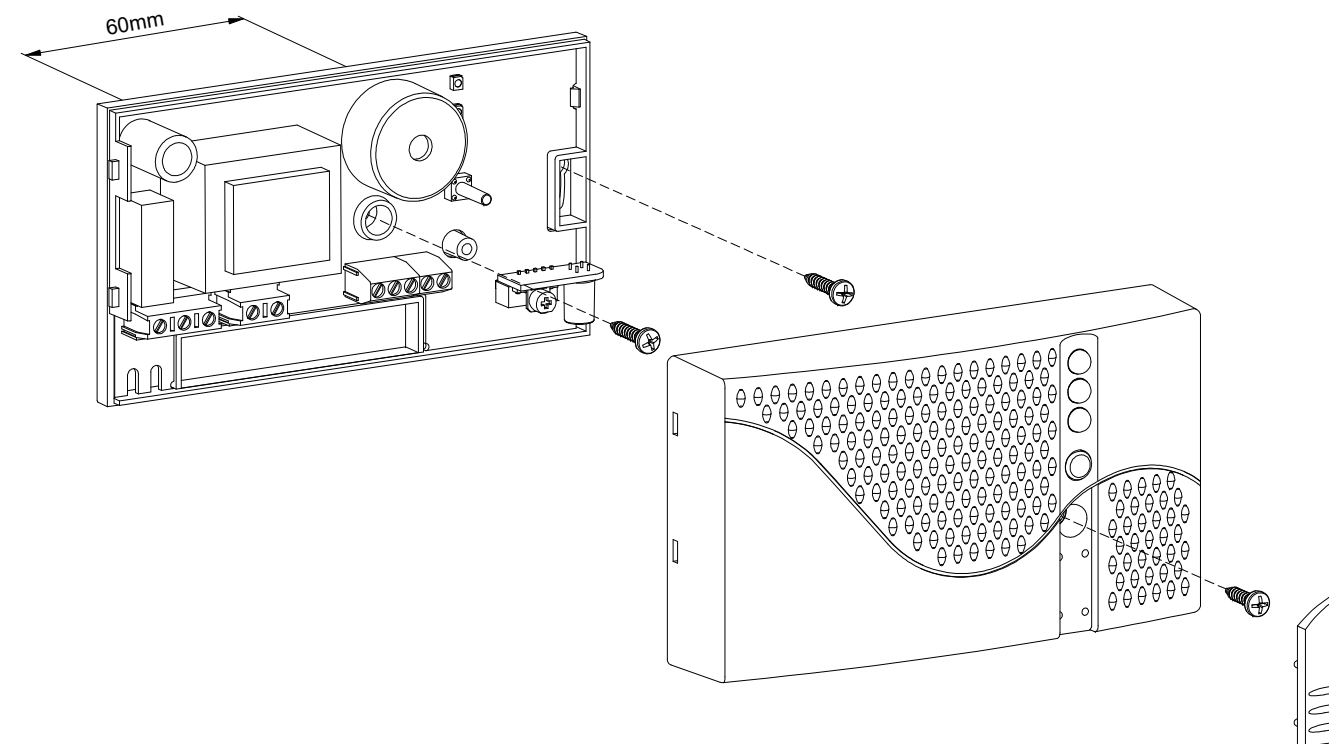

Fig. 2: Exemplo de instalação de um SEGUGIO *plus* -
3. Remover a calota conforme indicado na Fig. 2.
Para ter acesso às garras, desparafusar o parafuso que se encontra embaixo da placa à pressão que está na parte frontal da tampa, (Fig. 2).